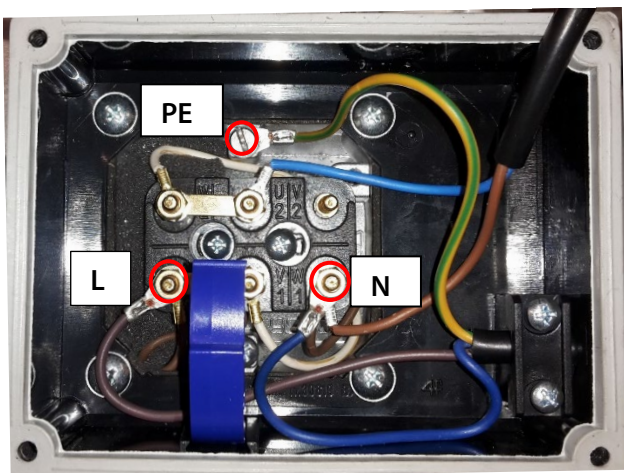

Abbildung 10 Elektrischer Anschluss Klemmkasten 115 V
3. **115 V:** Anschlussleitung ( $\varnothing \geq 0,75 \text{ mm}^2 \text{ Cu}$ ) durch Kabelverschraubung beim Motor 115 V (Klemmbereich 7,5-10 mm) führen und gemäß der Abbildung 10 oder dem Anschlussbild im Anschlussdosendeckel mit Ringkabelschuhen anschließen. Kabel mit dem Klemmbügel sichern.